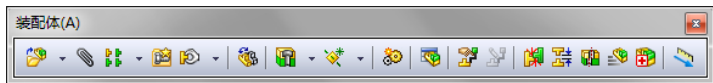

图 8-7 [装配体] 工具栏
1. 如果没有打开装配体工具栏，选择[视图] | [工具栏] | [装配体]命令打开装配体工具栏，如图8-7所示。